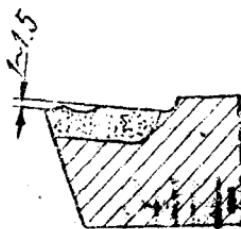

图 1
1. 在刀具前面上磨出月牙溝（几何形状見图1），切屑基本上不断，而浪费貴重的硬質合金。因为磨出的月牙溝深度很大（1~1.5公厘），这样一把刀磨不了几次已不能再用。